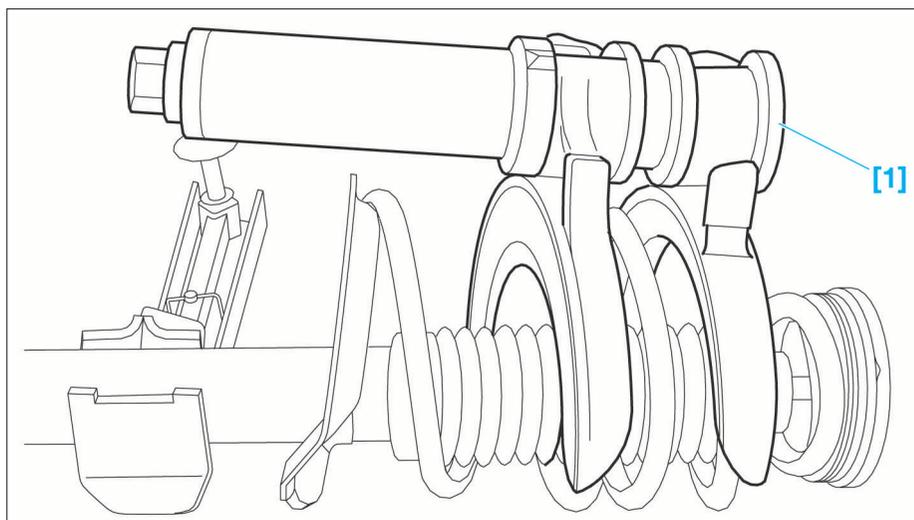

FIG. 4
- Placer l'élément de suspension équipé du compresseur [1] (ref. 4137-T) dans un étau à l'aide d'un outil genre FACOM D22 (Fig.4).